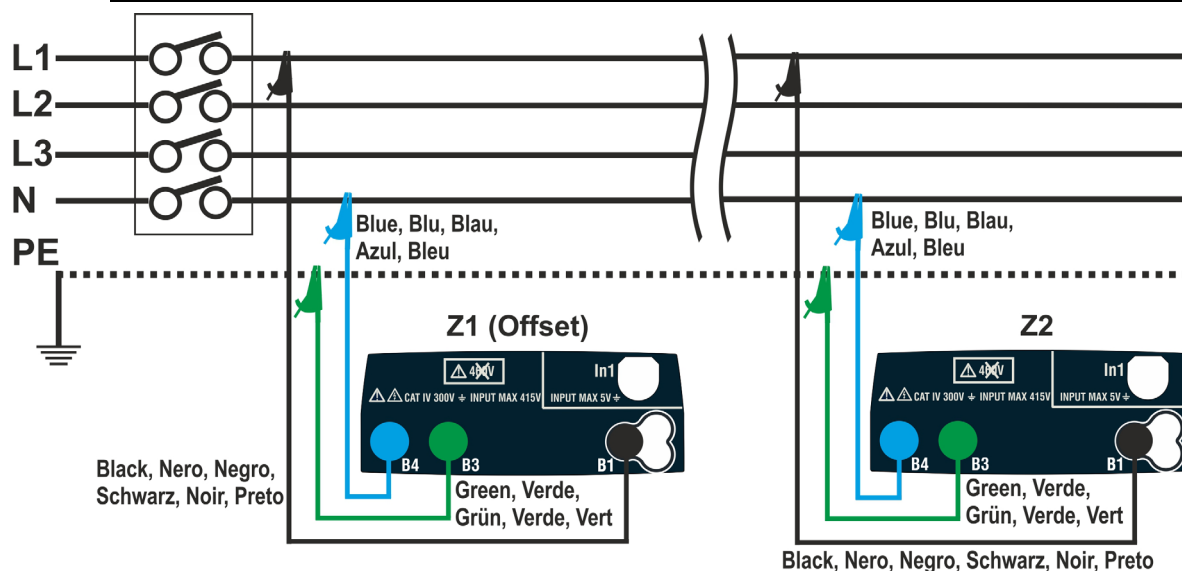
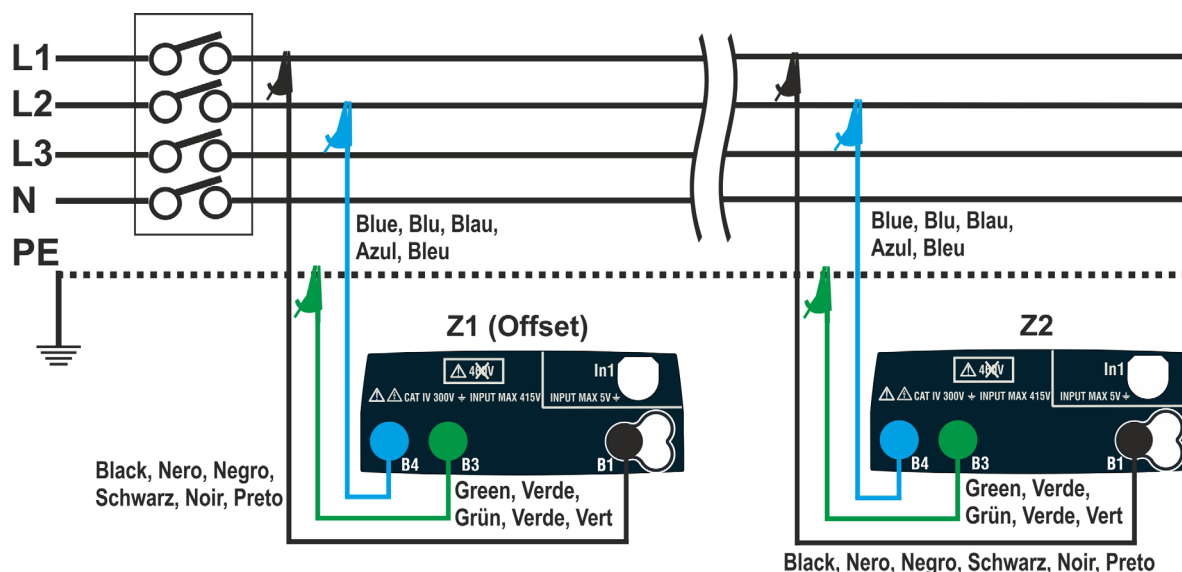

Fig. 40: Ligação do instrumento para medição de queda de tensão no modo L-N
Fig. 41: Ligação do instrumento para medição de queda de tensão no modo L-L
4. Ligue o instrumento ao ponto inicial da linha principal em teste (normalmente a jusante de um dispositivo de proteção) de acordo com a Fig. 40 ou Fig. 41 para fazer a primeira medição de impedância Z1 (Offset). Nesse caso, o instrumento medirá a impedância a montante do ponto inicial da linha principal em teste, tomando-a como referência inicial. O ecrã a seguir (referida como medição L-L) é mostrado no dispositivo.
7. Ligue o instrumento ao ponto final da linha principal em teste de acordo com a Fig. 40 ou Fig. 41 para medir a impedância Z2 no final da linha. Observe o valor Z1 (deslocamento) medido anteriormente mostrado no dispositivo.